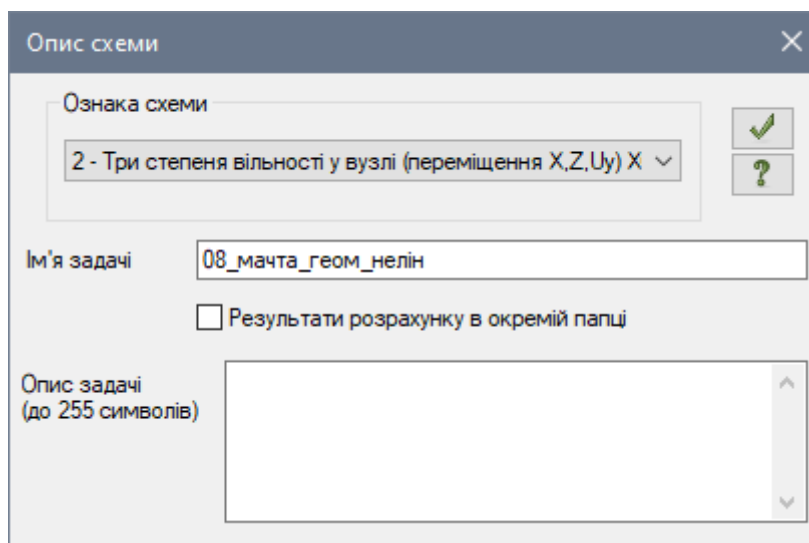

Рис. 8.2. Діалогове вікно **Опис схеми**
- У діалоговому вікні **Опис схеми** (рис. 8.2) задайте наступні параметри: